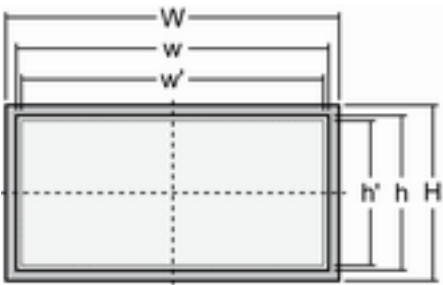

Abb. 11: Schematischer Ausschnitt
1. ➤ Schneiden Sie die Schalttafel entsprechend den Abmessungen in Abb. 11 aus.